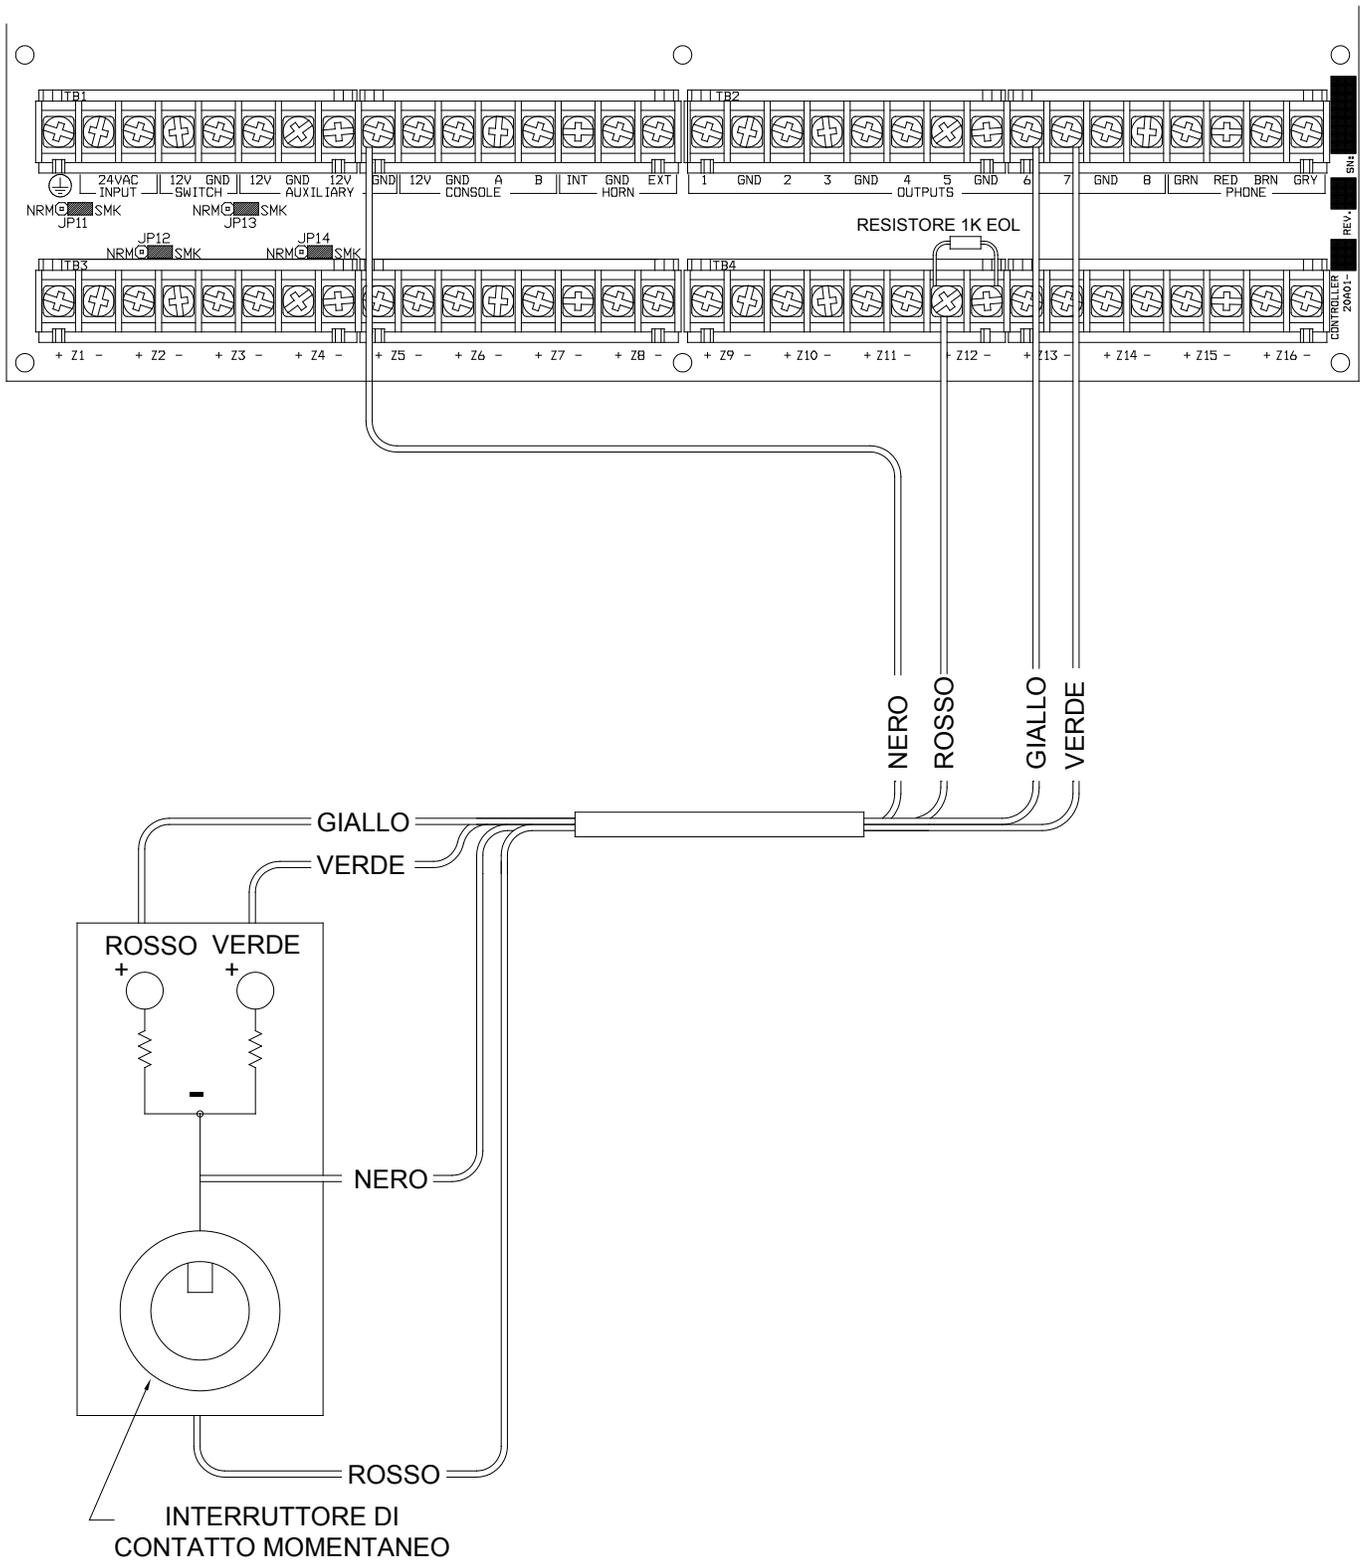

FIGURA 10 – COLLEGAMENTI DELL'INTERRUTTORE REMOTO
4. Fare riferimento alla **FIGURA 10 (COLLEGAMENTO DELL'INTERRUTTORE REMOTO)** per questa configurazione.